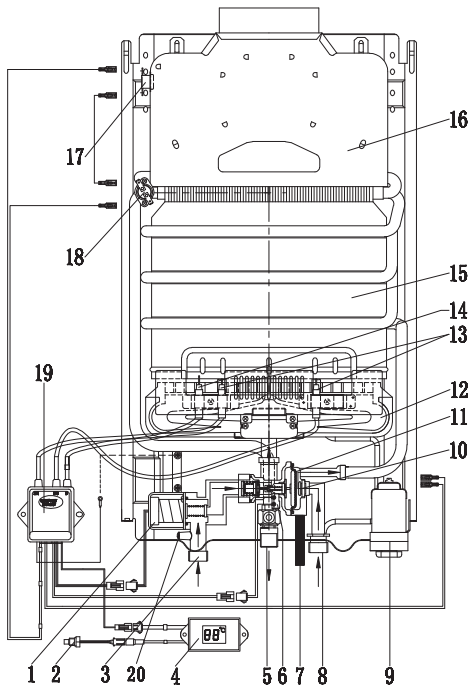

Рис. 7. Fiery 6/10
- откройте сливную заглушку (7 на схеме устройства, рис. 7), для того, чтобы из водонагревателя вылилась вся вода;